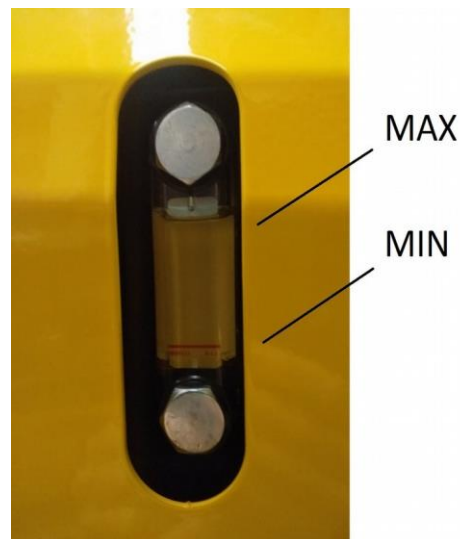

Figura 2. Indicator de nivel pentru uleiul hidraulic
- Verificați nivelul rezervorului de ulei (Figura 2). Nivelul corect al uleiului trebuie să fie la nivelul maxim; efectuați reumplerea acestuia, pentru a avea întotdeauna un nivel corect